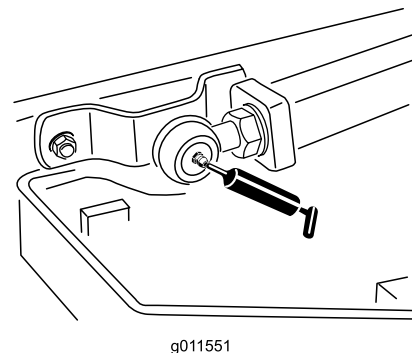

Bild 44
- Zwei Hubarm-Kugelgelenke (Bild 44)